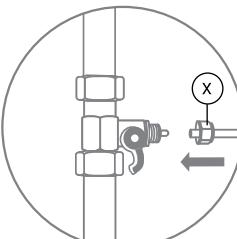
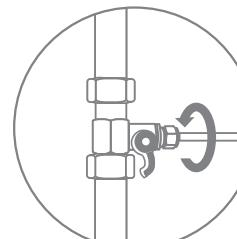

Рис. 7
Рис. 8
- В гайку (Х) проденьте пластиковую трубку (рис. 7). Конец трубки наденьте на штуцер адаптер-вентиля до упора и плотно накрутите гайку (рис. 8).